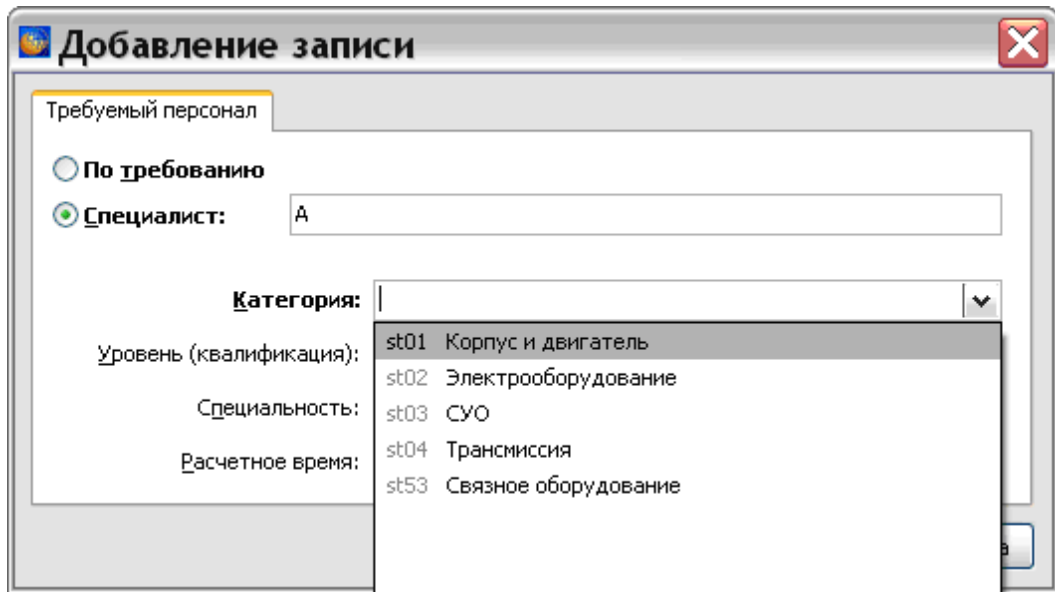

Рисунок 858
- 4) Выберите нужную категорию из предлагаемого списка (рисунок 858). Возможен контекстный поиск по идентификатору элемента справочника с клавиатуры. Параметр является обязательным для ввода.